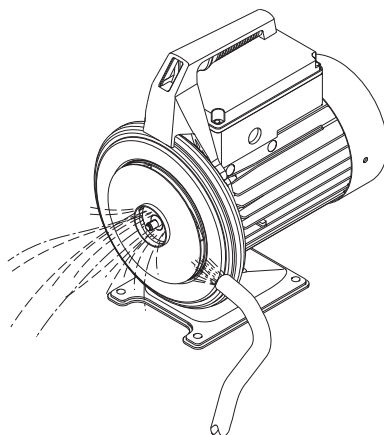

Fig. 7 Nettoyage de la roue
3. Retirer la vis (pos. 93) et le collier de serrage (pos. 92) qui maintiennent la chemise de pompe (pos. 16).
4. Retirer la chemise de pompe (pos. 16) du support moteur à l'aide d'un tournevis.
5. Retirer l'éjecteur (pos. 14) de la chemise de pompe.
7. Vérifier si la roue (pos. 49) est sale. Si oui, nettoyer la roue (en place) en utilisant un pinceau ou un jet d'eau. Voir fig. 7.